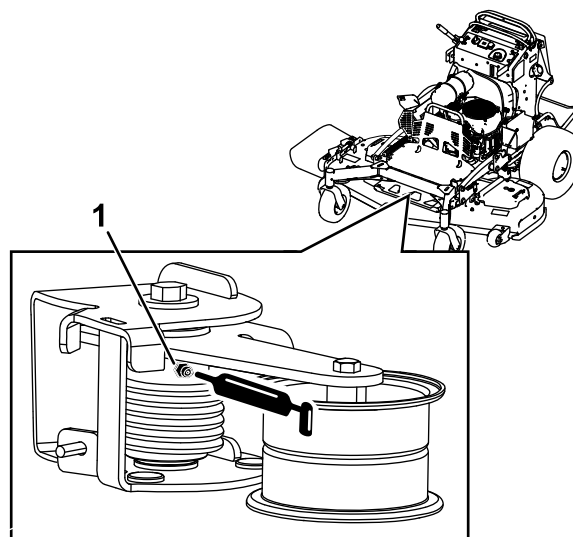

図 39
2. 図 39 に示されているグリスフィッティング刈り込みデッキのトーションアイドラに高温グリスを注入します。